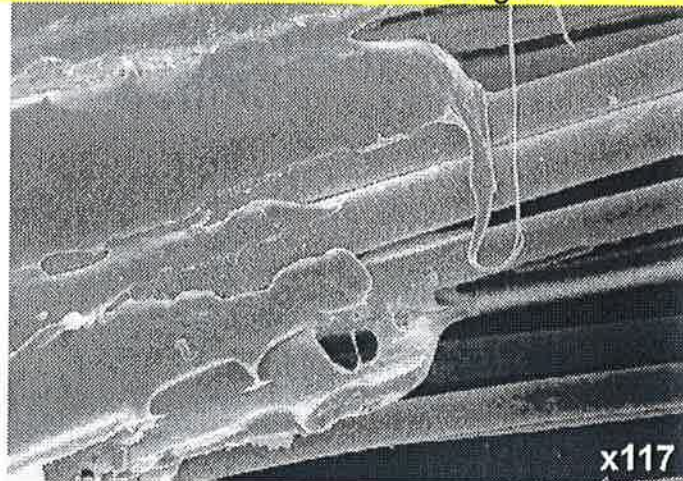
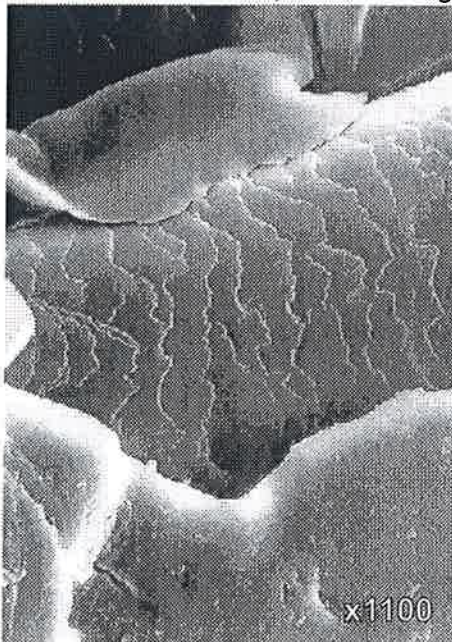
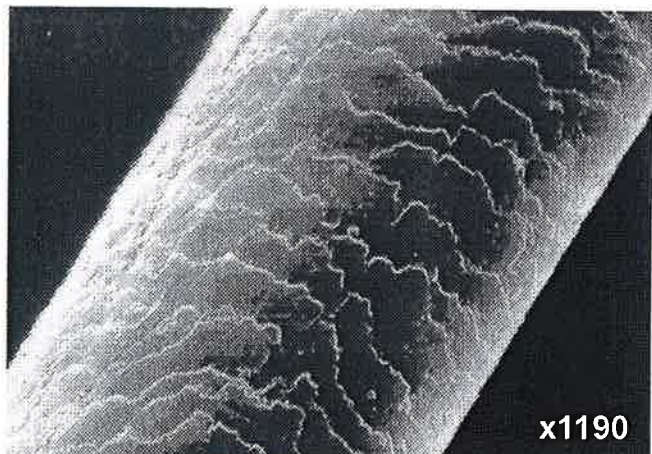

Bild 2: Übersichtsbild vom Rand des Klebgebietes mit dem verflüssigten Kleber und den Haaren der Haarsträhne, 117-fach vergrößert
Bild 3: Detailausschnitt aus Bild 2, 1100-fach vergrößert
Bild 4: Detailausschnitt eines Haares, 1cm vom Klebgebiet entfernt, 1190-fach vergrößert.
2. Die elektronenmikroskopischen Bilder sind im folgenden dargestellt: Bild 2 zeigt ein Übersichtsbild am Rande der Klebestelle, Bild 3 eine Detailvergrößerung. Beide Bilder lassen erkennen, dass es zu keiner chemischen oder thermischen Veränderung der Haaroberfläche gekommen ist. Der Kleber umschließt lediglich die Haare wie eine Manschette und hält sie mechanisch fest. Der Vergleich mit einem Haarausschnitt, der ca. 1cm vom Behandlungsbereich entfernt ist (Bild 4) belegt, dass es zu keinen sichtbaren Beeinflussungen der Haare gekommen ist.